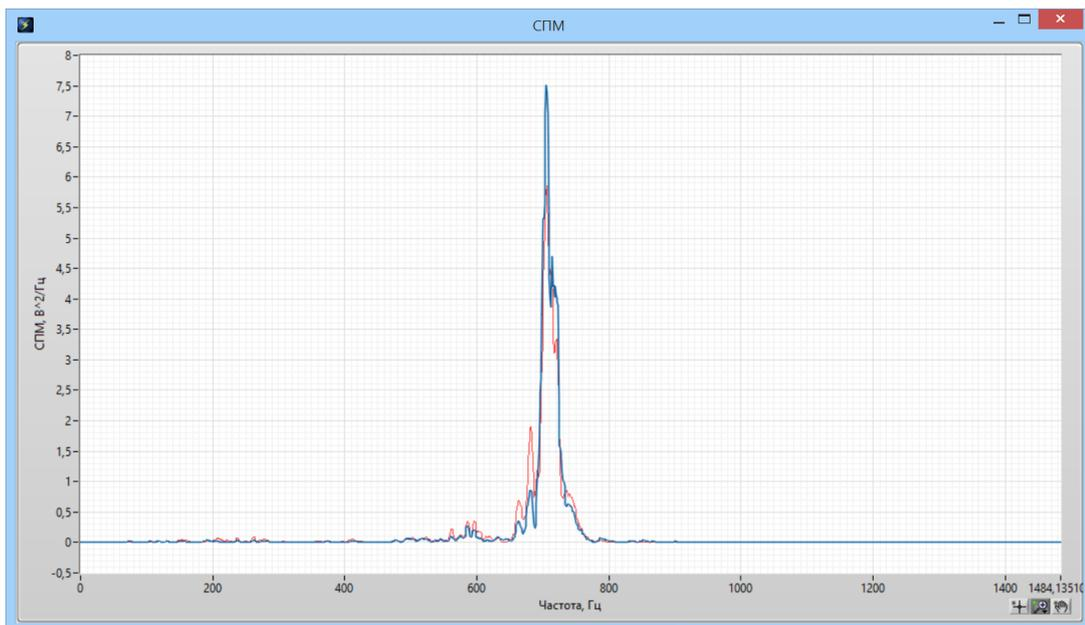

Рис. 19
3.5.9. Если на одном из графиков дважды щелкнуть мышкой, откроется окно графика в увеличенном масштабе (рис. 19).